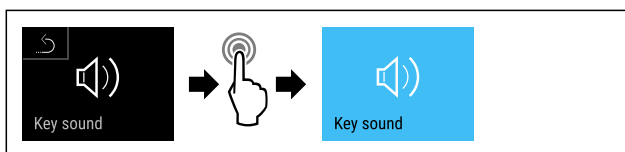

Fig. 94
- ▶ Wykonać czynności (patrz Fig. 94).